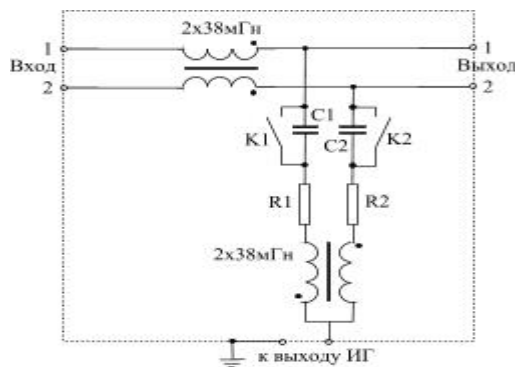

Рис.2
4.9 Устройство связи-развязки (УСР) предназначено для подачи помех в симметричные сигнальные линии испытуемых ТС, представляющие собой одиночные пары, и собрано по схеме из ГОСТ Р 51317.4.16-2000. Принципиальная схема УСР представлена на рис.2.